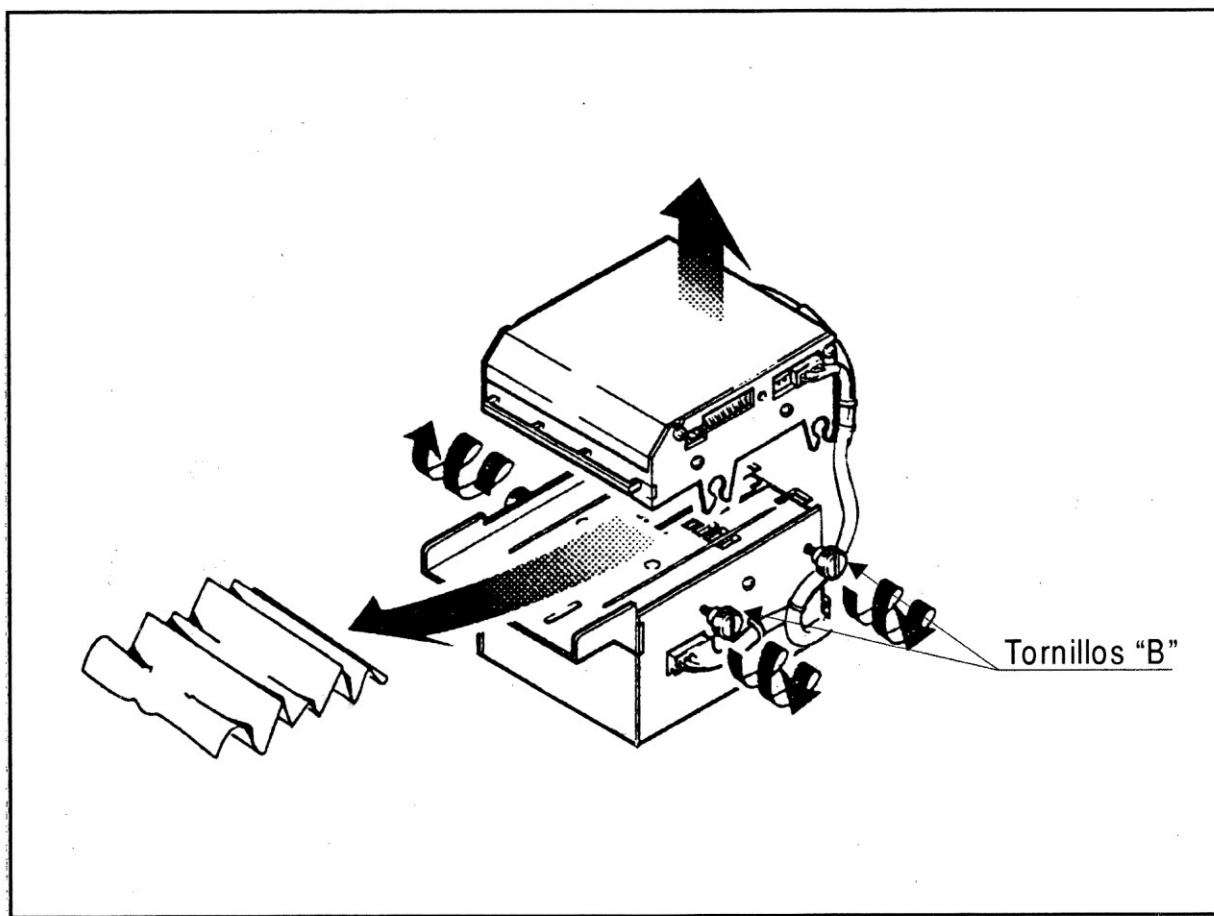

Figura 5: Billeto atascado.
- ❑ Si el atasco no se produjera en el deposito de billetes, si no en la cabeza lectora, quitar los cuatro tornillos "B" situados simétricamente a ambos lados de la cabeza (ver figura 5), levantar la parte superior de la cabeza y sacar el billete.